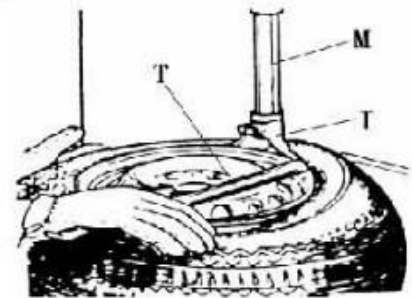

Fig 6
Sänk den vertikala armen (M) tills monteringshuvudet/demonteringshuvudet (I) vilar mot fälgens kant, vrid den pneumatiska låsknappen (K) för att låsa den vertikala armen (M) och den horisontella armen i läge och kontrollera avståndet från monteringshuvudet/demonteringshuvudet till fälgens kant så att det är cirka 2–3 mm. För in lyftspaken (T) mellan däckfästets och den främre delen av monteringshuvudet/demonteringshuvudet (I) och flytta däckets över monteringshuvudet/demonteringshuvudet enligt **fig. 6**.